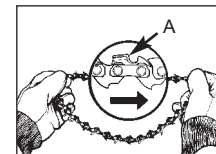

Fig. 4A
1. Écartez la chaîne en formant une boucle avec le côté tranchant orienté DANS LE SENS DES AIGUILLES D'UNE MONTRE (Fig. 4A).